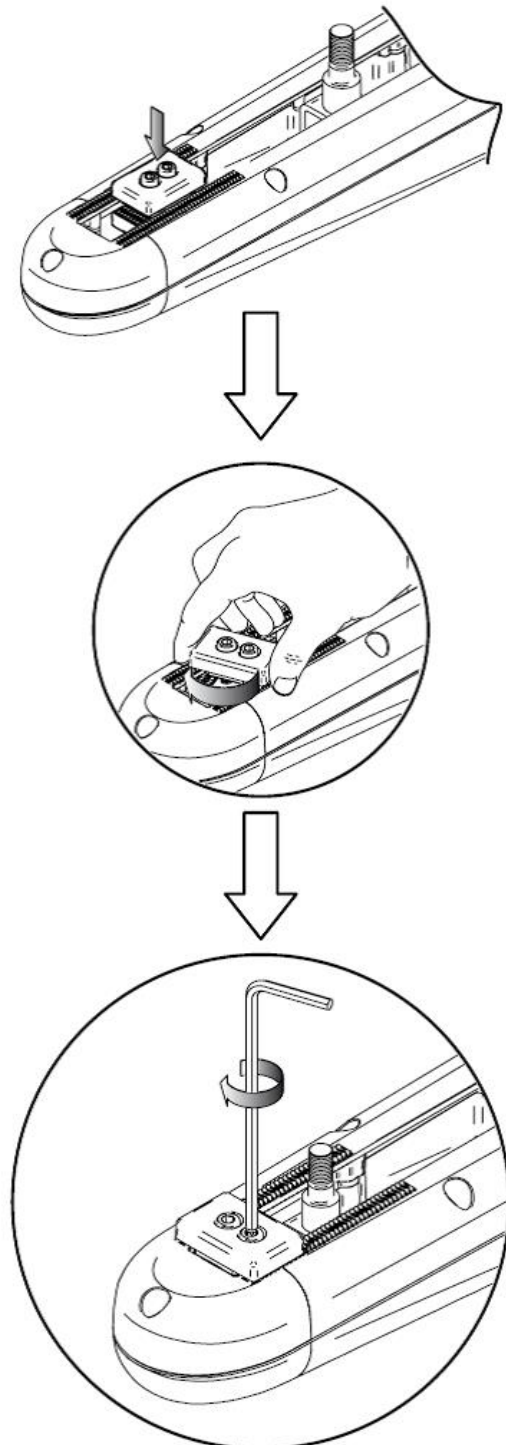

Rys. 17
11. Po zamocowaniu centralki wyjmujemy z opakowania siłowniki. Przed przystąpieniem do mocowania siłowniki należy wysprzęglić (aby trzpień można było przesunąć po śrubie ślimakowej wewnątrz siłownika). W tym celu otwieramy kłapkę zabezpieczającą, wkładamy kluczyk (załączony w zestawie) i obracamy go o $\frac{1}{2}$ obrotu (Rys. 17).